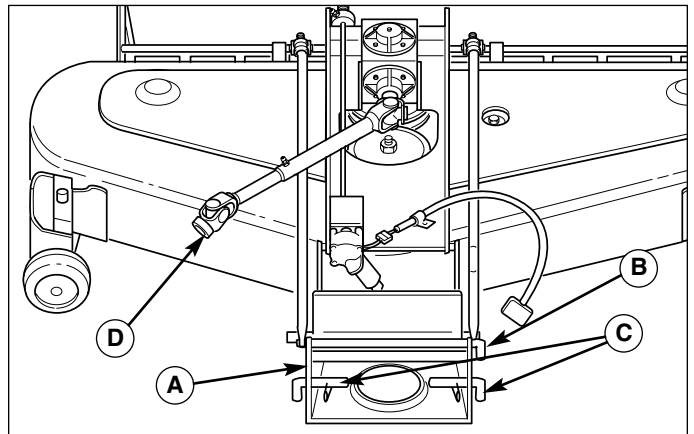
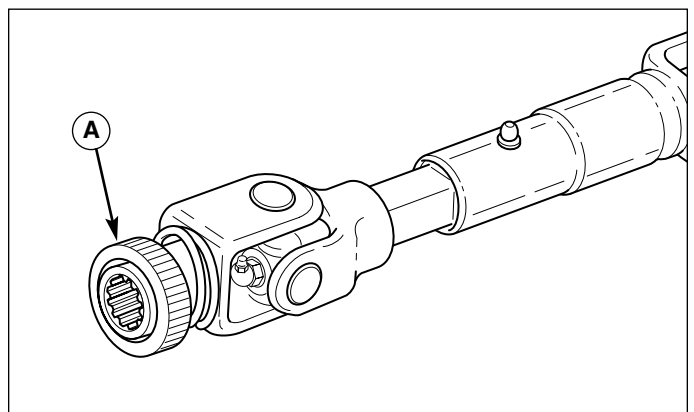

Figure 9. Cloche d'attelage avant et axes
Figure 10. Arbre de transmission de la tondeuse
15. Retirer le long axe d'attelage (B, figure 9) et la goupille de sûreté assujettissant la cloche d'attelage (A) au carter de la tondeuse.
16. Retirer les deux petits axes (C, figure 9) assujettissant la cloche d'attelage (A) au tracteur.
17. Retirer la cloche d'attelage (A, figure 9) du carter de la tondeuse.
18. Retirer l'arbre de transmission (D, figure 9). Pour ce faire, tirer le collier de verrouillage (A, figure 10) en arrière et sortir l'arbre de la PDF.
10. Installer la cloche d'attelage (A, figure 9) sur la tondeuse.
11. Assujettir la cloche d'attelage au tracteur au moyen des deux axes courts (C, figure 9) et goupilles de sûreté.
12. Assujettir la cloche d'attelage (A, figure 9) à la tondeuse au moyen de l'axe long (B) et de la goupille de sûreté.
18. Tirer le collier de verrouillage (A, figure 10) de l'arbre de transmission en arrière et insérer l'arbre à fond dans la PDF.